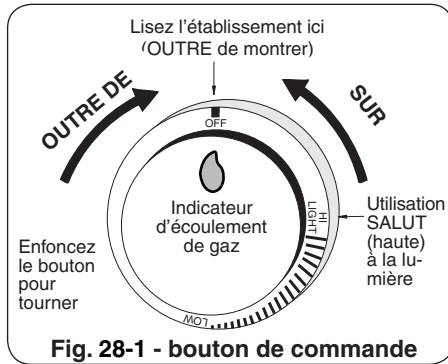

Fig. 28-1 - bouton de commande
**Pour votre convenance et sûreté ; quand le bouton de commande est dans la position de fonctionnement, l'indicateur d'écoulement de gaz changera de bleu en le rouge. (Le rouge indique l'écoulement de gaz.) Voir la Fig. 28-1.**